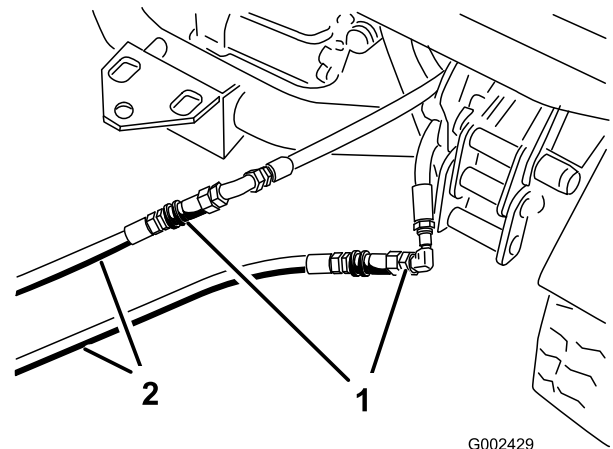

Figura 80
3. En el vehículo inmobilizado, conecte los dos manguitos de interconexión a los manguitos que fueron desconectados (Figura 80). Tapone los acoplamientos no utilizados.